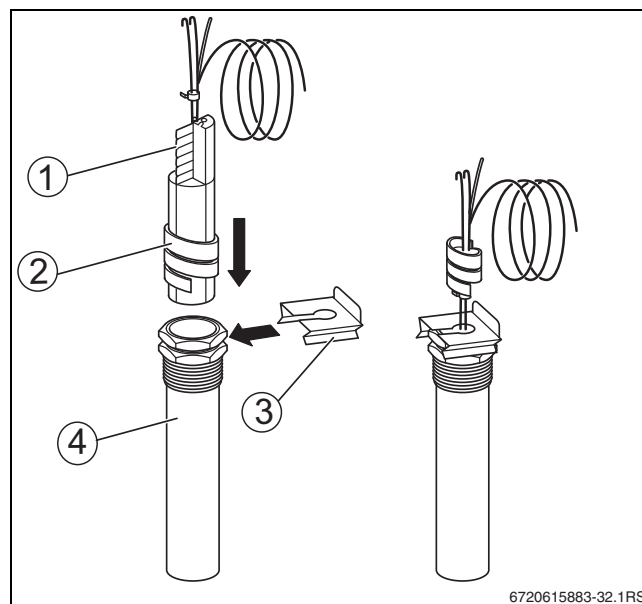

Fig. 31 Monter la spirale plastique dans le doigt de gant
- ▶ Fixer le kit avec un arrêt de sécurité [3] dans le point de mesure (→ fig. 31, page 27).
La spirale en plastique [2] servant à maintenir les sondes se rétracte automatiquement lors de l'introduction des sondes (→ fig. 31, page 27).
Pour garantir le contact entre le doigt de gant [4] et les surfaces de la sonde et, par conséquent, la transmission de la température, le ressort compensateur [1] doit être introduit entre les sondes de température. (→ fig. 31, page 27).